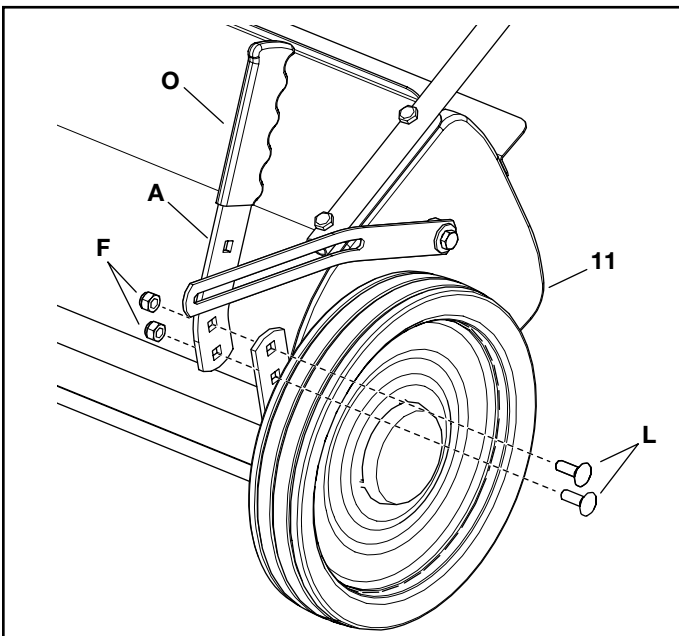

FIGURE 4
### STEP 4: (SEE FIGURE 4)
(VOIR LA FIGURE4) Fixez la poignée de réglage de la hauteur (A et O) au support sur le boîtier de la balayeuse (11) à l'aide de deux boulons de chariot 5/16-18 x 3/4 GR5 (L) et de deux écrous hexagonaux Nylock .312-18 (F).